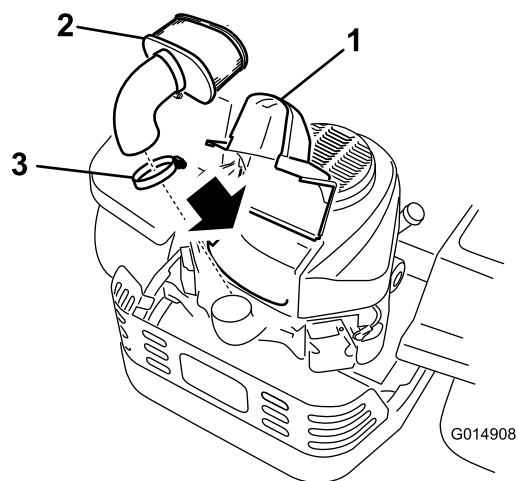

Figura 37
4. Levante a cobertura e remova o dispositivo de abraçadeira de tubo que fixa a estrutura de filtro do ar ao motor (Figura 37).
5. Solte o dispositivo de abraçadeira de tubo e retire o elemento de papel (Figura 37).